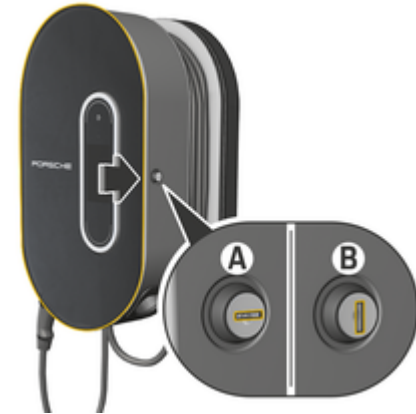

Bild 18: Laddningsdocka
- ▶ Vrid låset till läget **A** (Bild 18).
- ▶ Vrid låset till läget **B** (Bild 18).